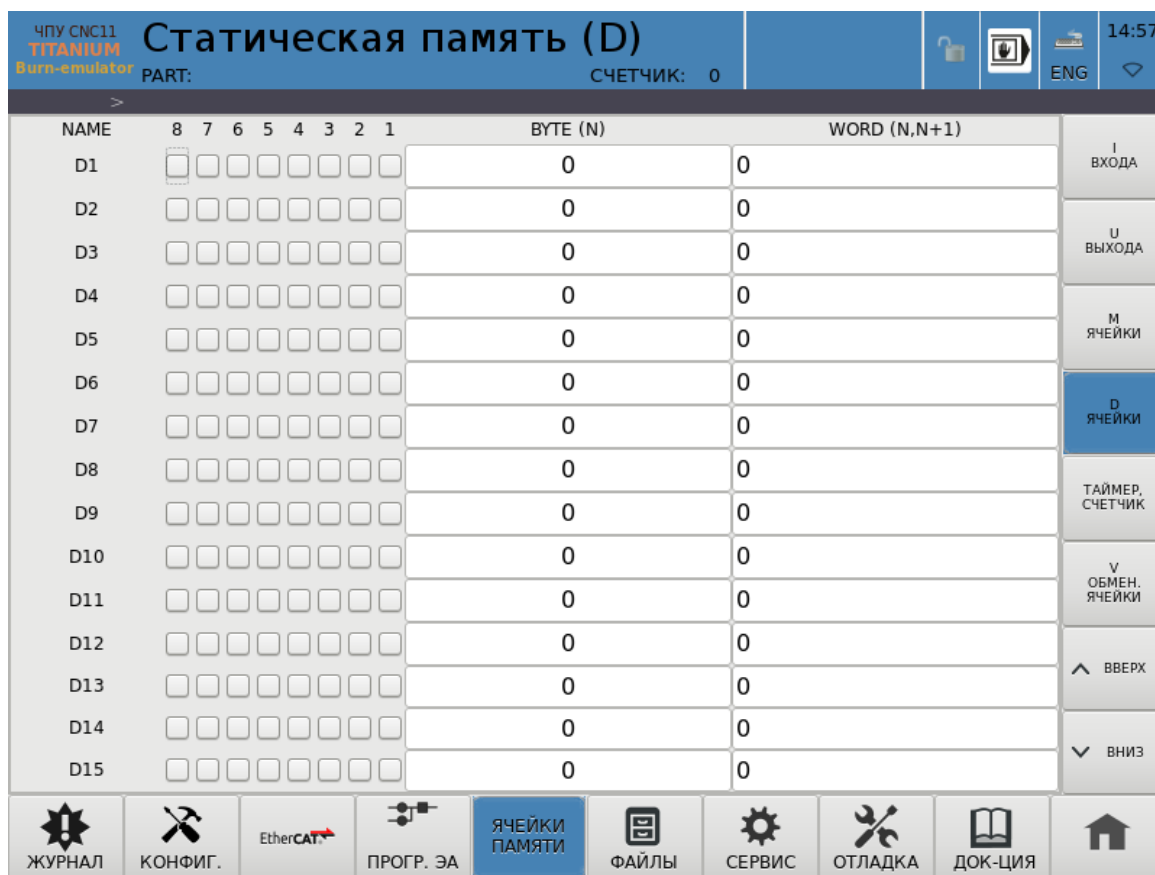

Рис. 1.7.3: Ячейки статистической памяти
Вкладка «Ячейки статической памяти (D)» представляет собой таблицу, в которой присутствует сетка битовых столбцов с возможностью редактирования значений D-ячеек размером байт или два байта простым вводом значений (рисунок 1.7.3).